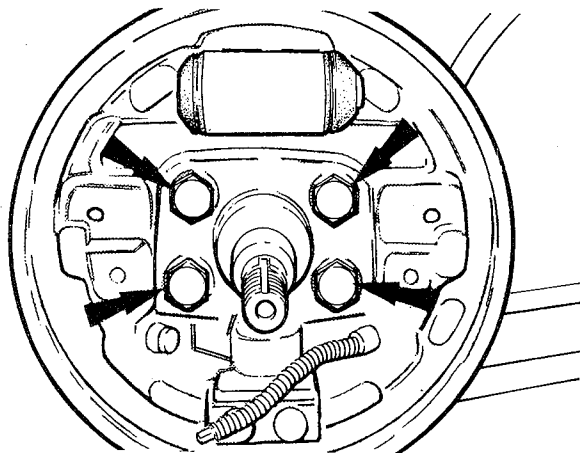

fig. 33
6. Remover os quatro parafusos do prato do freio (fig. 33), retirando-o, a seguir